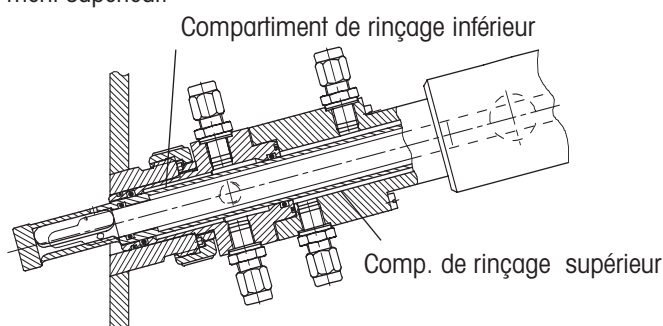

Figure 1.1 Position "IN" (introduite)
3. Le support rétractable ne doit être actionné que si une électrode y est montée (cf. fig 1.1).
**Important!** Il faut veiller à ce que les deux raccords les plus rapprochés soient positionnés verticalement et orientés vers le bas, (cf. fig. 1.1/1.2). Ne jamais les monter horizontalement.